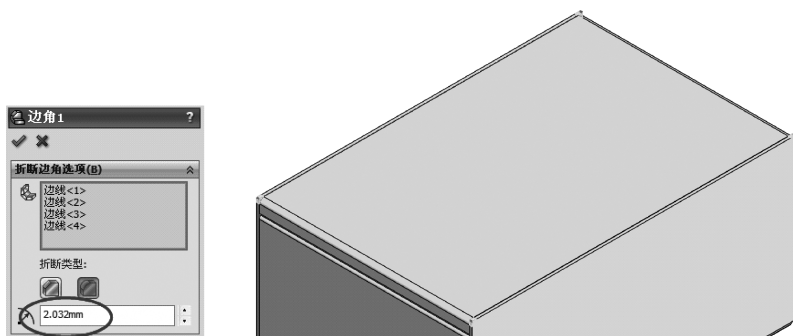

图 14-16 生成断裂边角特征
11) 选择【插入】|【钣金】|【断裂边角】菜单命令，在【属性管理器】中弹出【断裂边角】属性设置。在【折断边角选项】选项组中，单击（边角边线）选择框，在绘图区域中选择模型中的四条边线，设置（半径）为 2.032mm，单击（确定）按钮，生成断裂边角特征，如图 14-16 所示。